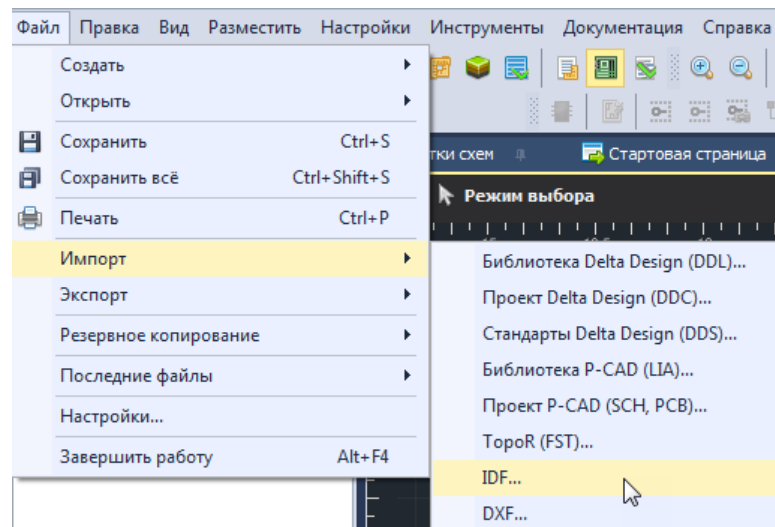

Рис. 69 Запуск импорта в формате idf
3. Перейти в раздел «Файл» в главном меню, открыть подраздел «Импорт» и воспользоваться пунктом «IDF...» (Главное меню -> Импорт -> IDF...), см. Рис. 69.